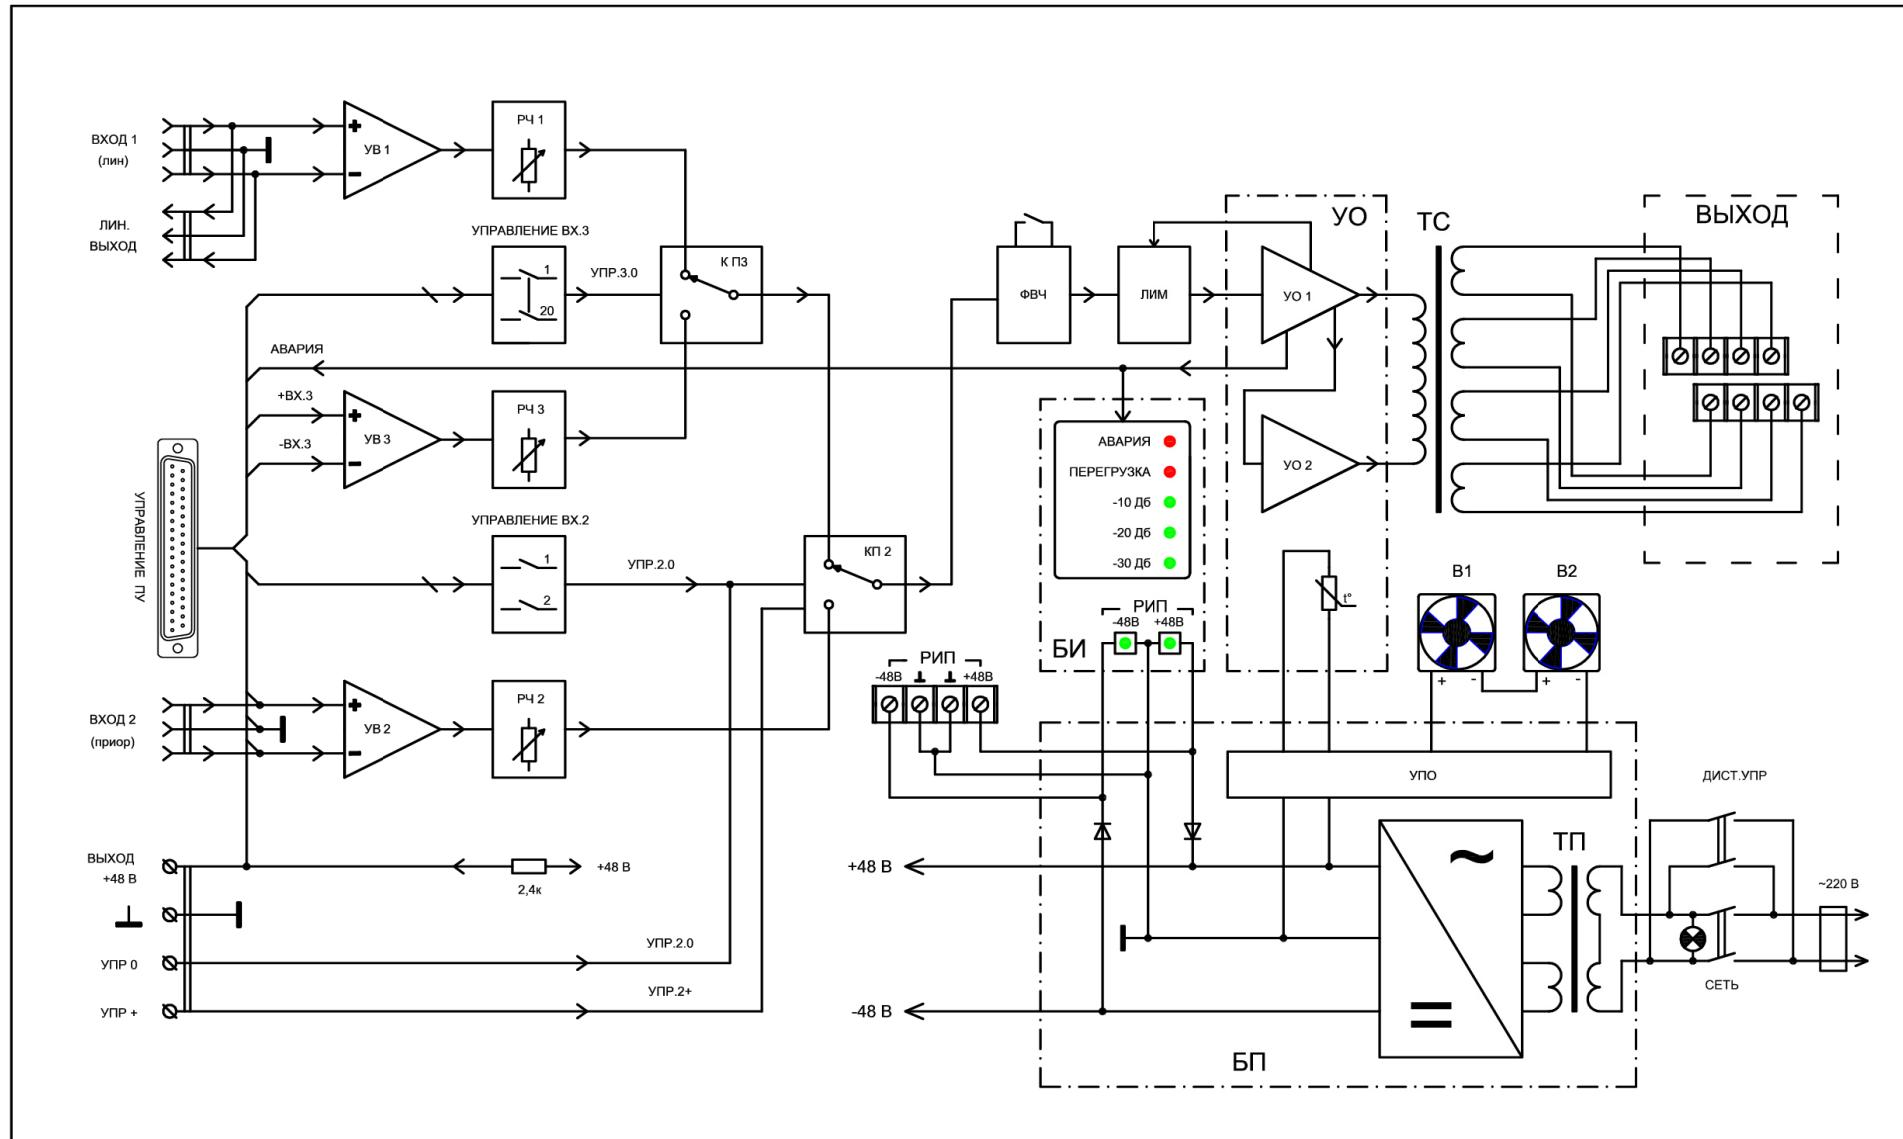

Рис.1 Структурная схема усилителя META 9154
9.1. Структурная схема УМ приведена на рис. 1.